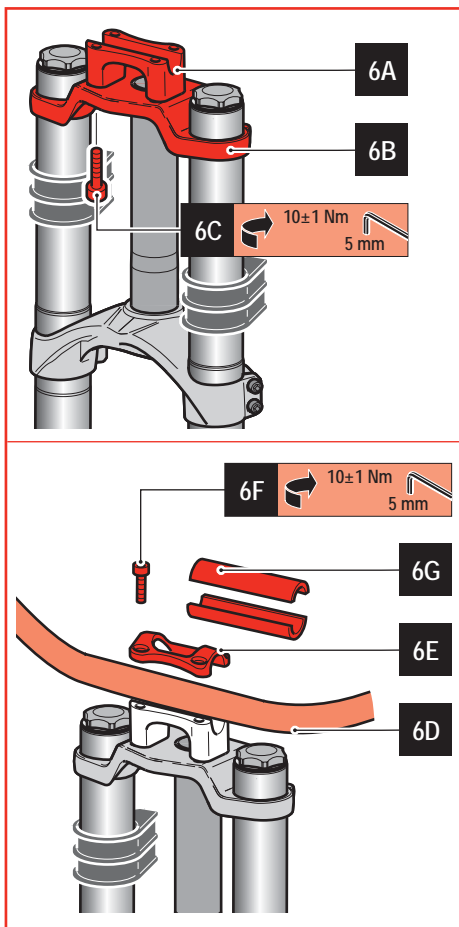

Figure 6 - Installation du support du cintre
- Installez le segment de montage inférieur du support du cintre sur le té de direction supérieur (voir **6A et 6B - Figure 6**).
- Bloquez le segment de montage inférieur du support sur le té de direction supérieur en serrant les vis au couple de serrage prévu (10 ± 1 Nm) avec une clé Allen de 5 mm (voir **6C - Figure 6**).
- Installez le cintre en le centrant dans le segment de montage inférieur du support (voir **6D - Figure 6**).
- Installez la potence supérieure sur son support de cintre (voir **6E - Figure 6**).
- Bloquez le cintre en serrant les vis au couple prévu (10 ± 1 Nm) avec une clé Allen de 5 mm (voir **6F - Figure 6**). Pour l'installation de cintres au diamètre différent, il est possible d'installer des « réducteurs » autour du cintre (entre le cintre et les deux demis coques) pour maintenir celui-ci en position (voir **6G - Figure 6**).